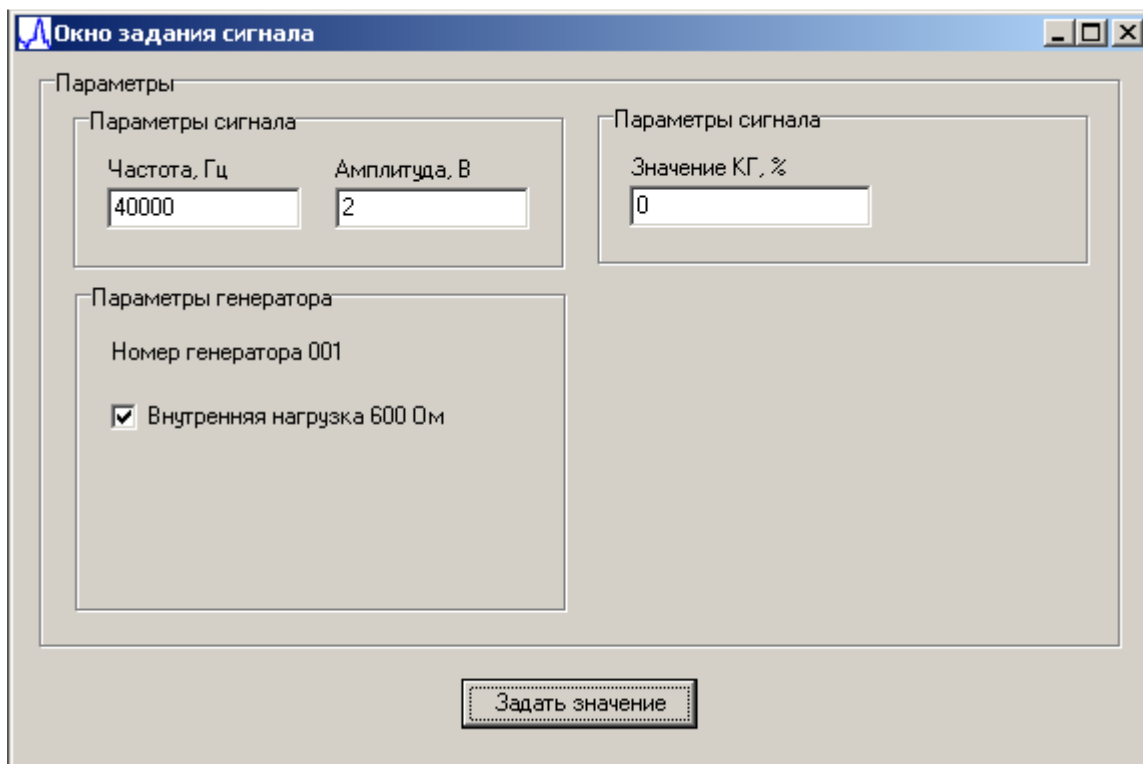
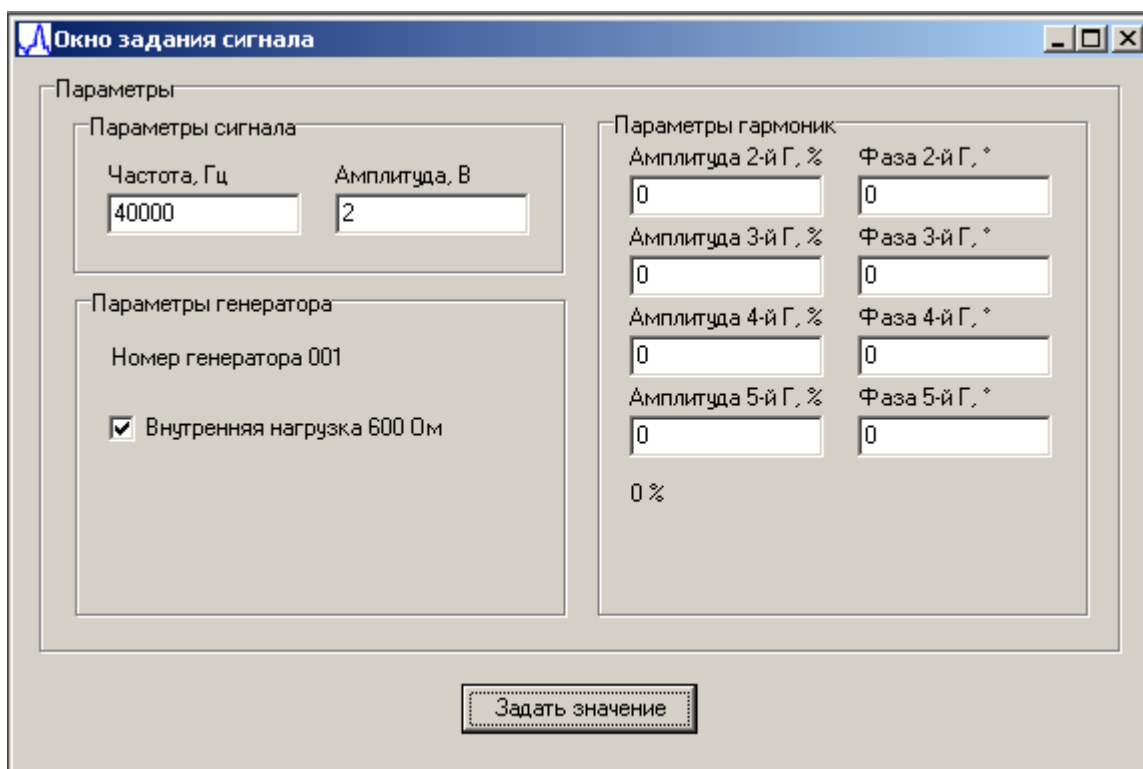

Рисунок 17. Окно задания сигнала (простой вид)
Рисунок 18. Окно задания сигнала (сложный вид, расширенное количество параметров)
- 2) флажок режима управления измерителем-калибратором СК6-20А – сложный (флажок включен)/простой (флажок выключен) (см. рисунок 17 и рисунок 18);
5.4 «Окно задания сигнала» (см. рисунок 17 и рисунок 18, которые соответствуют разным режимам работы измерителя-калибратора СК6-20А, выбираемым согласно 5.2.1.1), содержит область «Параметры», а также управляющую кнопку «Задать значение», которая непосредственно задает сигнал указанной формы.
6.3.2 Задать в окне «Задание сигнала» (см. рисунок 17 и рисунок 18) параметры гармонического сигнала, который должен вырабатывать генератор-калибратор СК6-122: частоту, амплитуду, а также содержание гармоник (от 0,001 % до 100 %) с их фазовыми сдвигами (от минус 180° до $+180^\circ$).